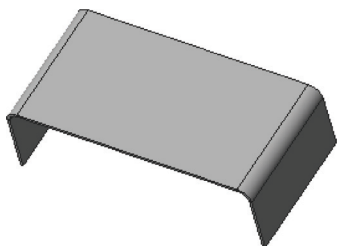

图 13-9 打开模型文件
STEP 01 单击快速访问工具栏中的“打开”按钮 , 打开模型文件, 如图 13-9 所示。